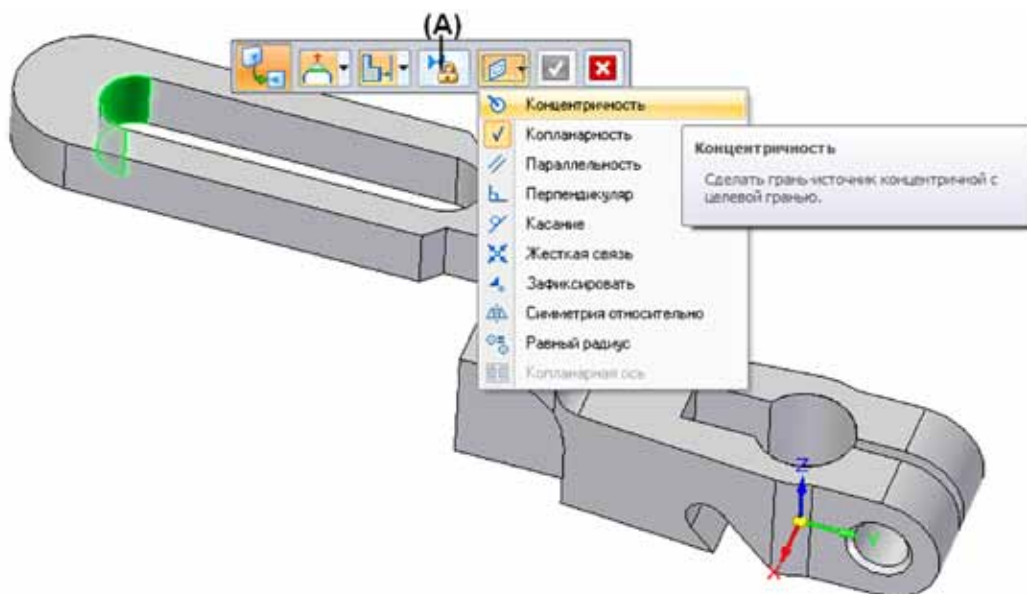

Рисунок 55. Добавление связей между гранями модели
- **Задание геометрических связей между гранями.** Эта возможность позволяет добавлять в модель геометрические связи между разными гранями. Процесс аналогичен процессу параметризации эскиза в 2D: конструктор выбирает управляемую грань, затем указывает тип связи и щелкает на управляющую грань. Доступен достаточно широкий набор связей: концентричность, копланарность, параллельность/перпендикулярность, касание, фиксация, жесткая связь, симметрия, равный радиус, копланарные оси (Рисунок 55). Добавим сюда возможность задания размерных связей
Для этого требуется всего лишь нажать соответствующую кнопку в Панели быстрого доступа (Рисунок 55, (A)). Очень важной особенностью механизма добавления связей является то, что связи можно добавлять и между двумя разными деталями в сборке. Достаточно лишь активировать редактируемую деталь по месту и выбрать нужную связь для добавления.